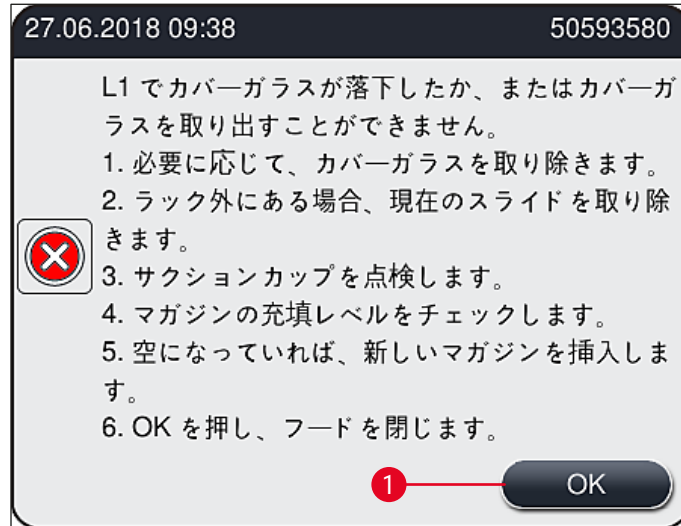

図 111
**Pick&Place モジュール**がスライドへと移動する間にカバーガラスを落とした場合、または**Pick&Place モジュール**がカバーガラスマガジンからのカバーガラスのピックアップに3回連続して失敗した場合、エラーメッセージ(→ 図 111)が表示されます。
- ① このメッセージ(→ 図 111)が表示された場合、オペレーターはまず、スライドへの搬送中にカバーガラスが失われたのか、または**Pick&Place モジュール**がカバーガラスマガジンからのカバーガラス取り出しに失敗したのかを確認する必要があります。